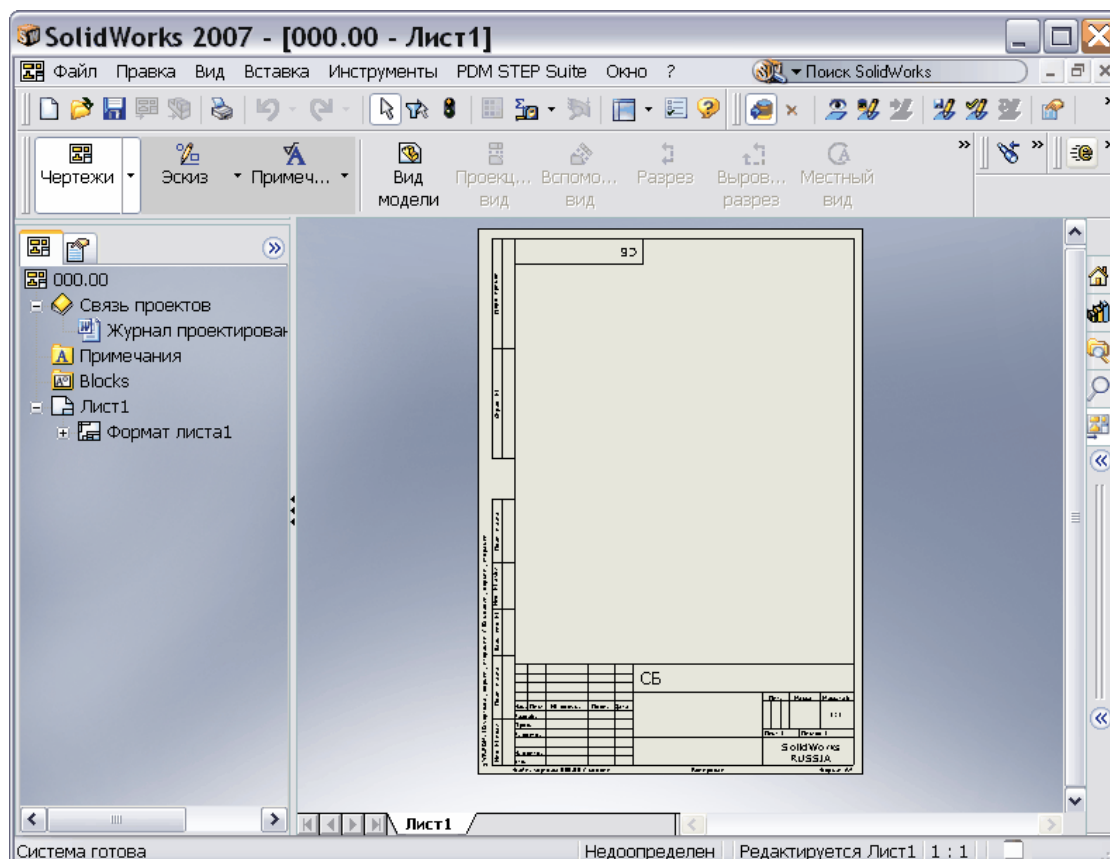

Рис. 76
9. В окне менеджера документов выделите документ **000.00.slddrw** и нажмите на кнопку **Открыть текущий в SolidWorks** . После этого появится окно SolidWorks с созданным по шаблону файлом чертежа (Рис. 76).